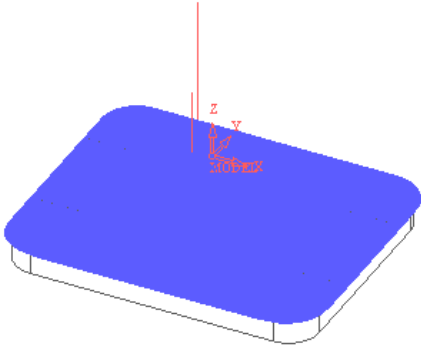

图 3-36 生成的刀具路径（2）
6) 计算刀具路径。完成参数设置后，单击“NC Process Manager”对话框中的保存并计算按钮，运算当前加工程序，此时图形区显示的刀具路径如图 3-36 所示。